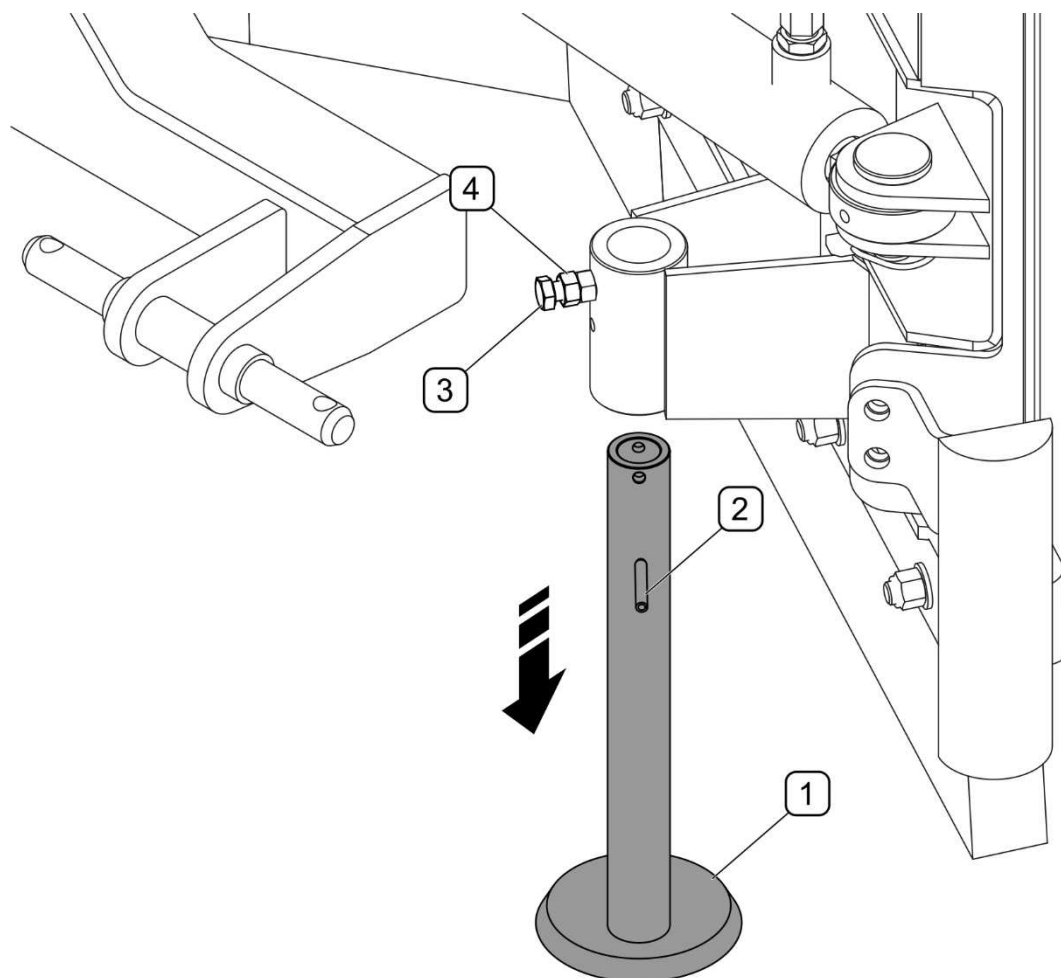

РИСУНОК 5.2 ЗАМЕНА СКОЛЬЗУНА
(1) - скользун; (2) - пружный штифт; (3) - болт; (4) - гайка
Отработанные и поврежденные элементы скользящих элементов нужно заменить новыми (РИСУНОК 5.2). Для этого нужно поднять снегоотвал и поставить на стабильные и прочные упоры. Если снегоотвал навешен и поднят на передней трехточечной системе навески, то необходимо дополнительно предохранить его от оседания, выключить двигатель трактора и поставить его на стояночный тормоз. Слегка ослабить гайку (4) и болт (3) и вынуть пружный штифт (2), затем извлечь скользун (1) из направляющей. Проверить скользун и остальные элементы на наличие повреждений или чрезмерного износа. Перечень рабочих элементов скользящего элемента и их номера в каталоге представлены в ТАБЛИЦЕ 5.2.